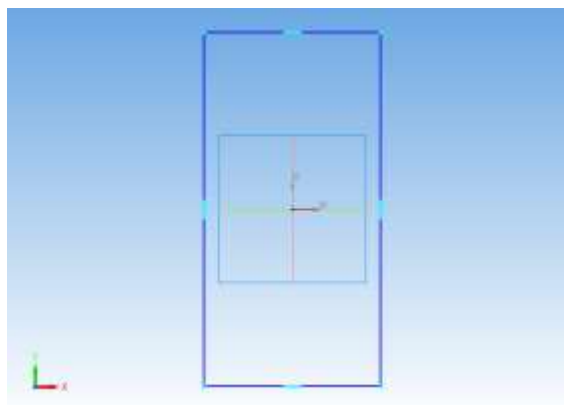

Рис. 5. Построение эскиза основания калькулятора.
13. Начертите прямоугольник размером  $120 \times 60$  так, чтобы точка начала координат эскиза оказалась внутри прямоугольника. Для построения достаточно указать две точки на любой из диагоналей (рис. 5).